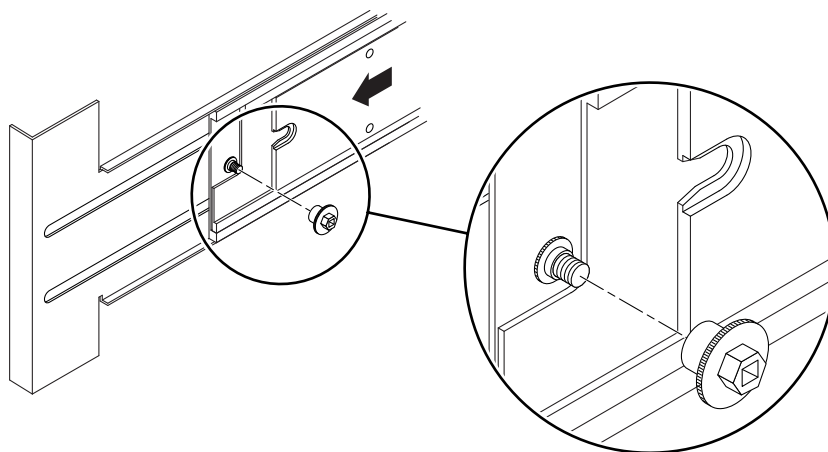

図 3-13 固定ナットの挿入および取り付け
5. システムの背面で、固定ナットをワッシャーに挿入して締めます (図 3-13)。
2. システムの背面で、各ワッシャーから固定ナットを取り外します (図 3-13)。